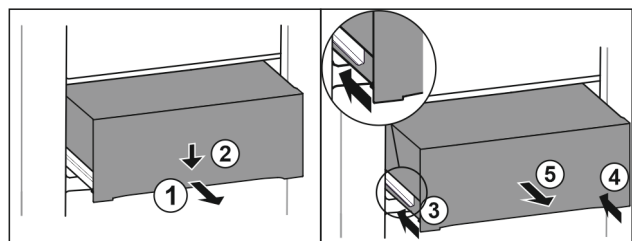

Fig. 154
- ▶ Вытяните выдвижной ящик наполовину. Fig. 154 (1)